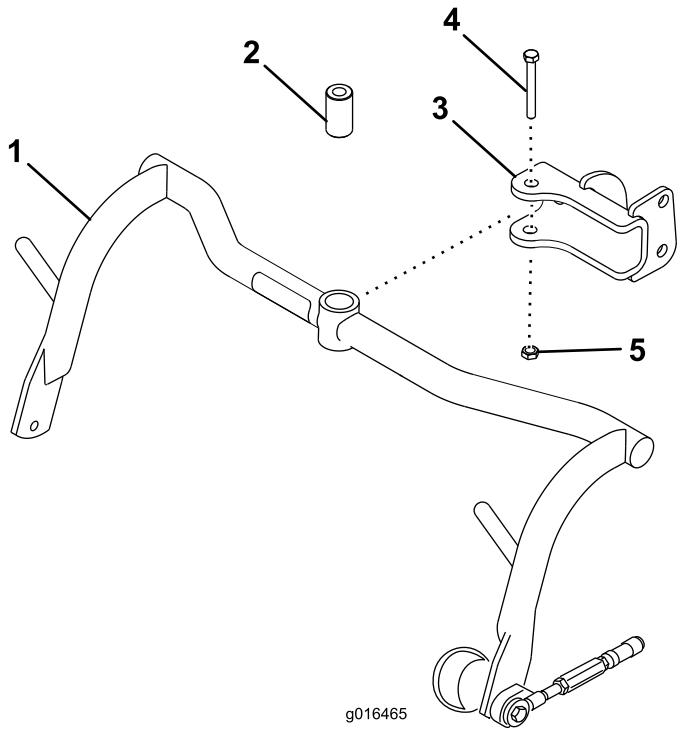

图8
1. 用隔片、螺栓 $\frac{1}{2}$ x $3\frac{1}{4}$ 英寸和锁紧螺母 $\frac{1}{2}$ 英寸将承载架组件安装到各个 U 形销上请参阅图8。上紧扭矩至 $91113\text{N}\cdot\text{m}$ 。